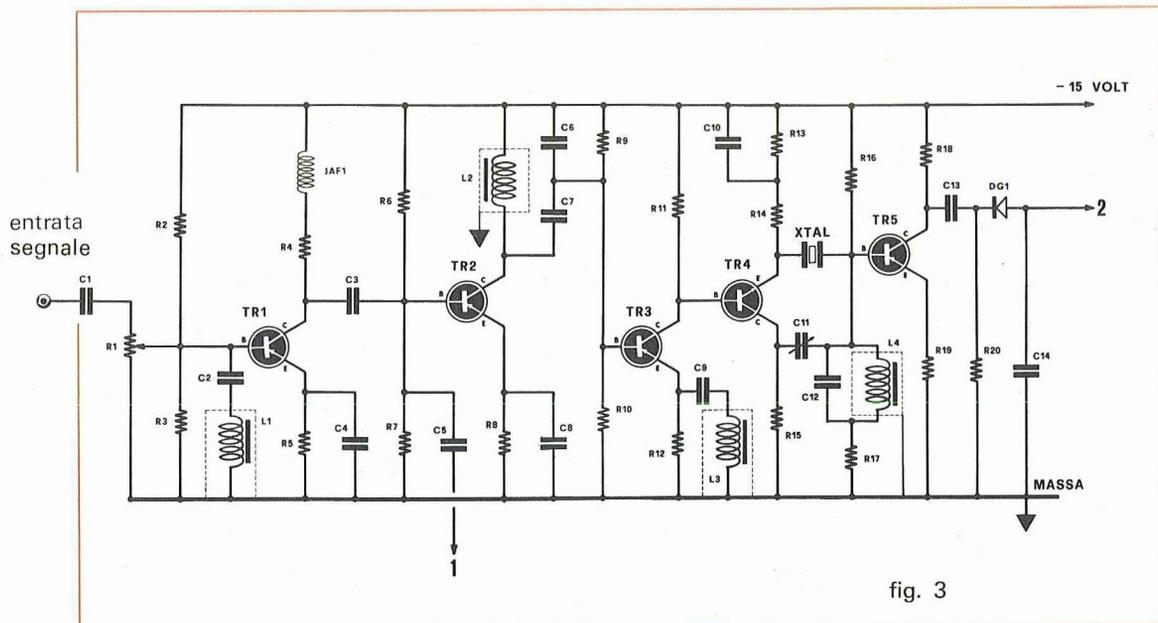
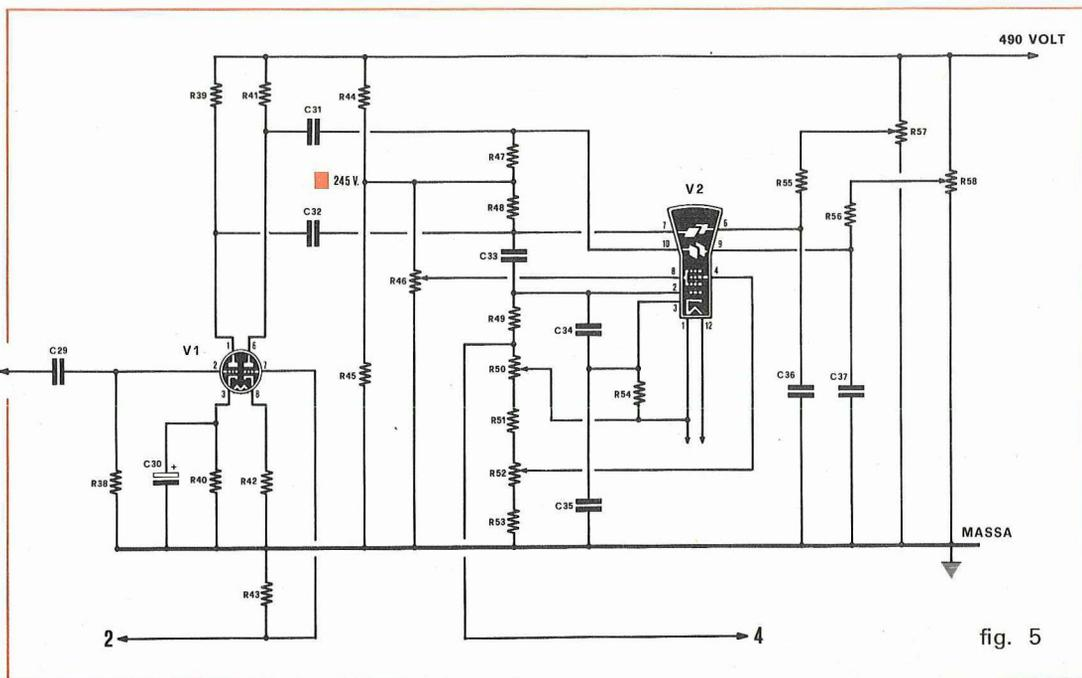

fig. 3
fig. 5
Prendete quindi una lastra di rame vergine e pulitene accuratamente la superficie da incidere per togliere le immancabili tracce di ossidi e grassi passandovi sopra un batuffolo di ovatta imbevuto di una soluzione di decapaggio. Fig. 3.
Fig. 3 - Circuito elettrico dell'amplificatore di MF da noi impiegato. Tale stadio può essere sostituito da qualsiasi altro schema che assolva le medesime funzioni. Le connessioni indicate con i numeri 1 e 2 andranno collegate con i rispettivi numeri presenti nello schema di fig. 4 e fig. 5.
Fig. 4 - Circuito elettrico dell'oscillatore locale di AF e BF utile a pilotare il diodo varicap per ottenere lo spazziamento della gamma da visionare. Le connessioni indicate con i numeri 1 e 3 andranno collegate con i rispettivi numeri presenti nello schema di fig. 3 e fig. 4. Per i valori dei componenti vedere a pag. 606.
Considerando attentamente lo schema elettrico di fig. 3, noteremo come il segnale di A.F prelevato direttamente dalla placca della valvola V1, oppure sul secondario della prima M.F, viene inviato, attraverso un cavetto schermato coassiale per TV, all'entrata del ricevitore del monitor.
**Fig. 5 - Schema elettrico del circuito di deflessione e di alimentazione del tubo a raggi catodici. Le connessioni indicate con i numeri 3 e 2 andranno a collegarsi con quelle indicate in fig. 3 e fig. 4. Il filo indicato con il n. 4 andrà a collegarsi con il rispettivo numero presente nell'alimentatore di fig. 8.**
Infine dall'ultimo amplificatore di M.F, TR5, il segnale, attraverso il condensatore C13, viene inviato ad un diodo rivelatore fig. 3.